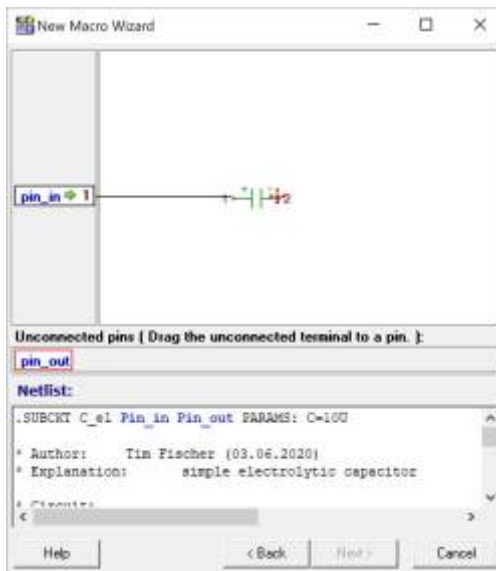

Fig. 5: Macro
4. Im Macro Wizard - Pinauswahl (figure 5)